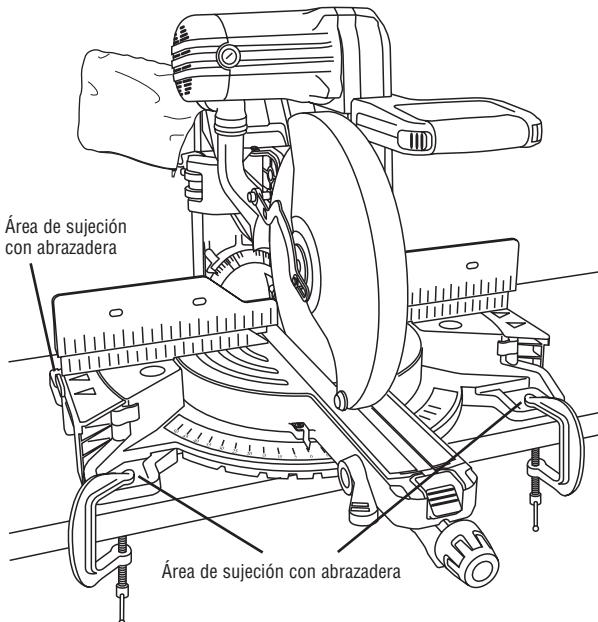

Figura 29. Montaje temporal utilizando abrazaderas
- Coloque dos (2) o más abrazaderas en "C" en las áreas de fijación con abrazaderas y fíjelas (Figura 29). Hay áreas de sujeción con abrazadera en las cuatro esquinas de la sierra.
- Tenga cuidado de no poner las abrazaderas sobre las palancas de sujeción de las extensiones de la base (Figura 29).